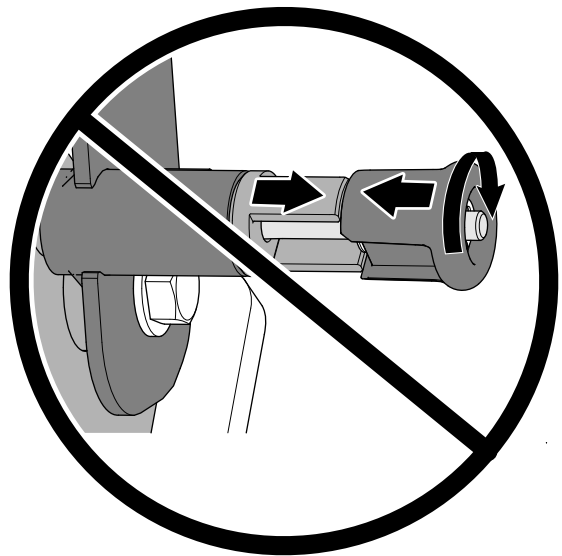

Bild 75
**Wichtig:** Verdrehen Sie den Knopf nicht so, dass sich der Lenkerverriegelungsstift nicht zurückziehen kann (Bild 75).